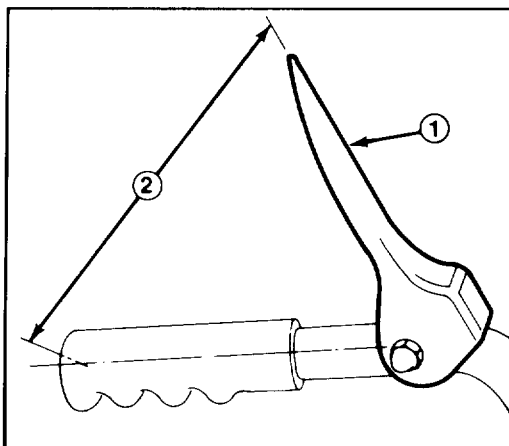

Figure 6
3. Mesurez la distance entre le centre du mancheron et le bout du levier de commande de tarière (Fig. 6). Cette distance devrait être d'environ 7-1/2 pouces (19 cm.).